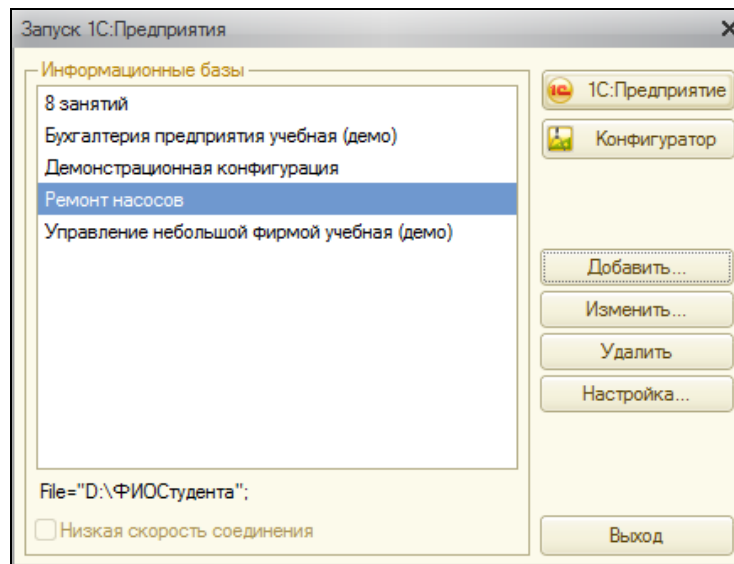

Рис. 6. Запуск 1С: Предприятие
4. Выберите только что созданную информационную базу и нажмите на кнопку Конфигуратор (рис. 6).